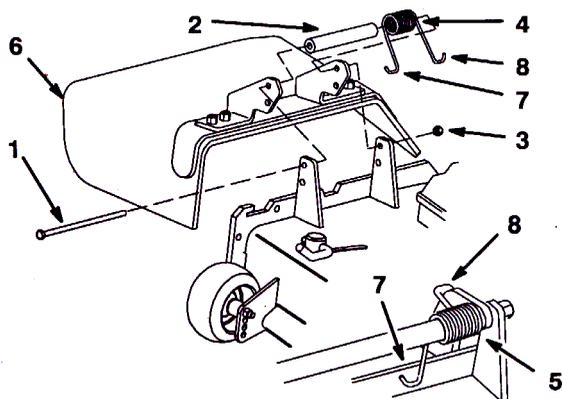

図20
1. デフレクタのブラケットの間にスペーサとスプリングを入れる (図20)。スプリングの左側の Jフックを、デッキのエッジに引っ掛ける。
注： ボルトを取り付ける前に、スプリングの左側の Jフックがデッキのエッジに取り付けられていることを確認してください (図20)。
2. ボルトとナットを取り付ける。スプリングの右側の Jフックを、デフレクタに引っ掛ける (図20)。